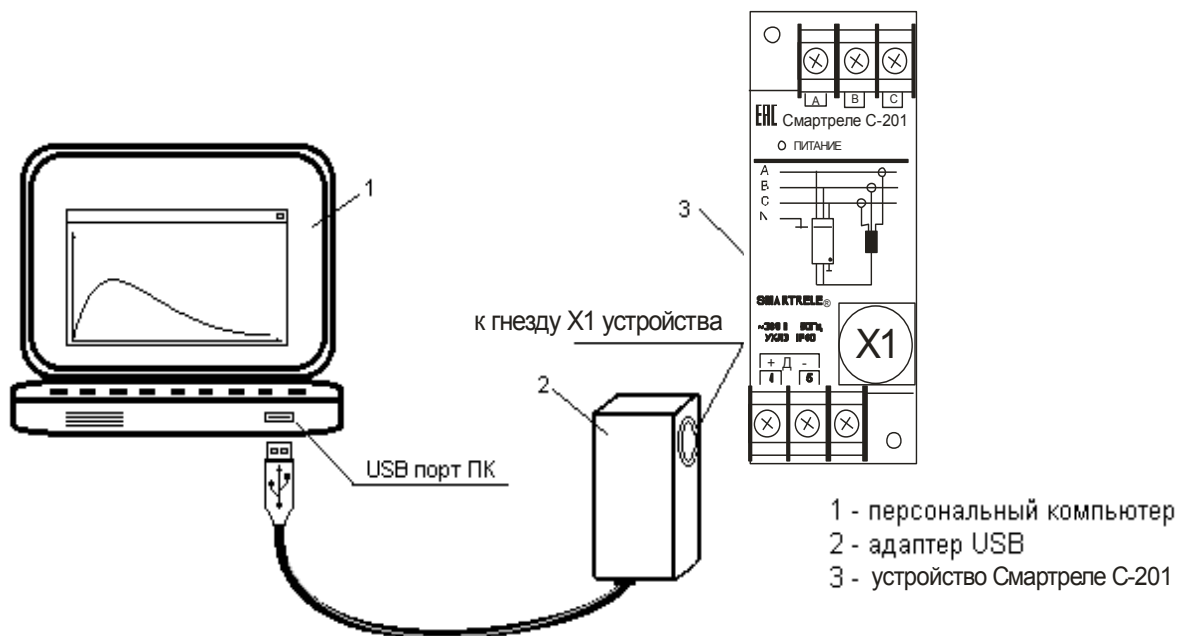

Рисунок 5 - соединение устройства СМАРТРЕЛЕ C-201 с ПК посредством Адаптера USB
4.6 Соединение устройства с ПК может быть выполнено через порт USB компьютера посредством Адаптера USB (рис.5).